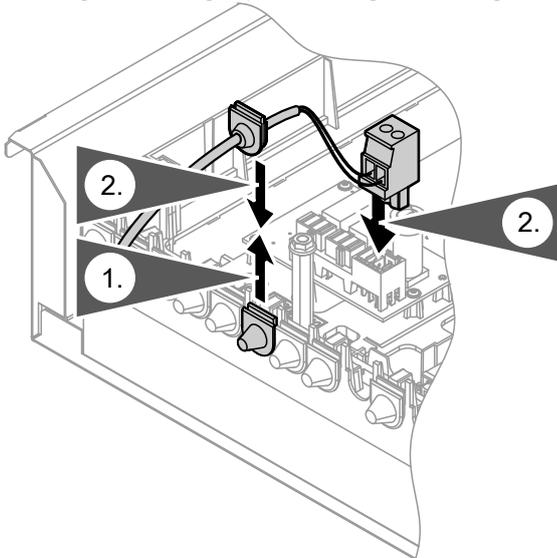

Abb. 27
- Leitungen mit angespritzter Zugentlastung in die Gehäuseaussparung stecken, siehe Abb. 27.